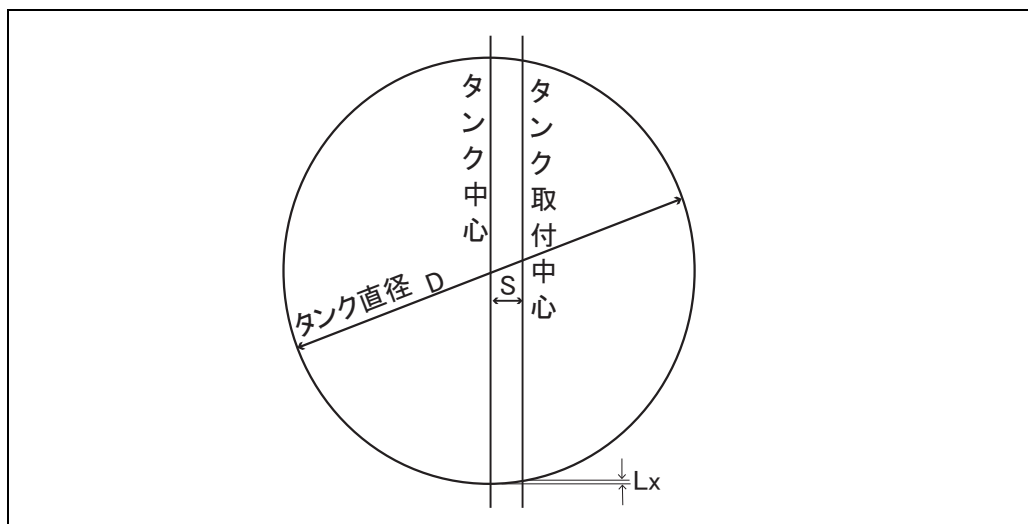

図 45: 球形タンクの指示合わせ
- ・ 巻上げハンドルの位置が図 45 の A の位置のとき、フロートはハンドルとはフリーな状態になります。測定中はハンドルを取り外しておきます。